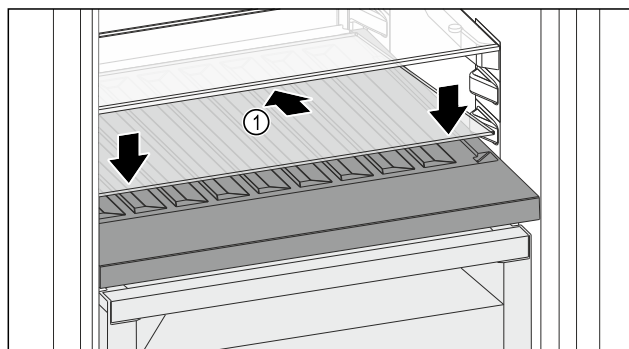

Fig. 139
- Steklenu ploščo Fig. 139 (1) namestite postrani, nagnjeno spodaj nazaj.
- Steklenu ploščo Fig. 139 (1) spustite spredaj.